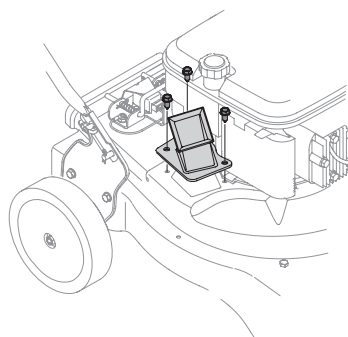

Figure 21
- Retirez les trois vis qui fixent la trémie d'alimentation au boîtier supérieur. Voir Figure 21.